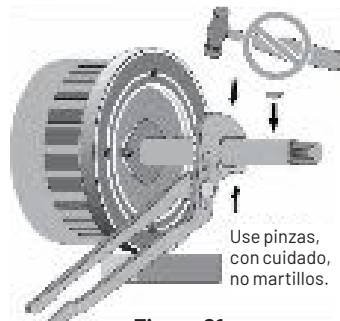

Figura 21
3. Asegúrese de que las chavetas del eje estén en su lugar. Si no lo están, ajústelas en su lugar ahora con unas pinzas. No las golpee ni martille; podría doblar el eje (ver Figura 21). Cuando las chavetas estén correctamente instaladas, el adaptador pasará sobre las chavetas sin interferencias.